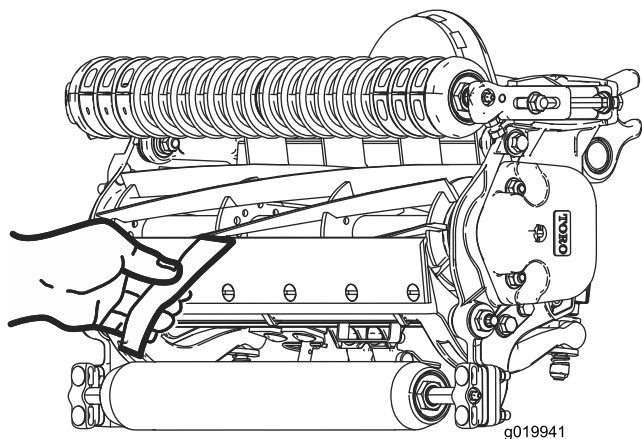

图20
2. 在滚刀与底刀间插入一长条剪切性能纸（Toro 零件号 125-5610）、纸要与底刀垂直、检测剪切性能（图20）。缓慢向前旋转滚刀；滚刀应剪切检测纸。